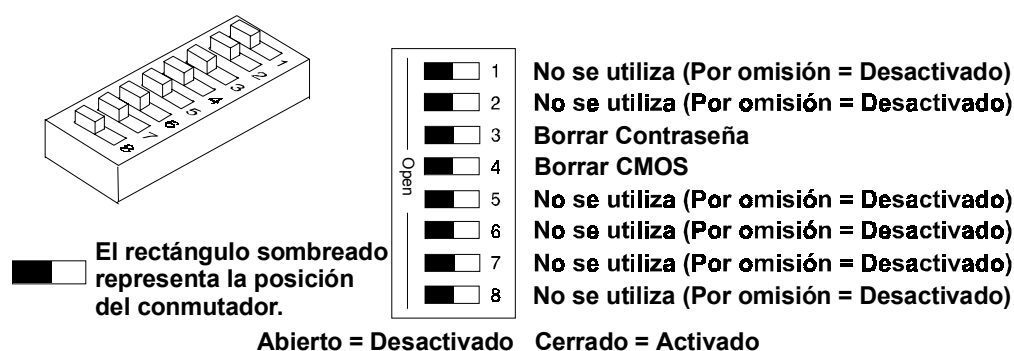

Figura 6-1. Colocación de los conmutadores de configuración
3. Mueva el conmutador 3 del conmutador de configuración de la placa del sistema (con la etiqueta "Clear Password" [Borrar Contraseña]) a la posición ON. Consulte la Figura 6-1.